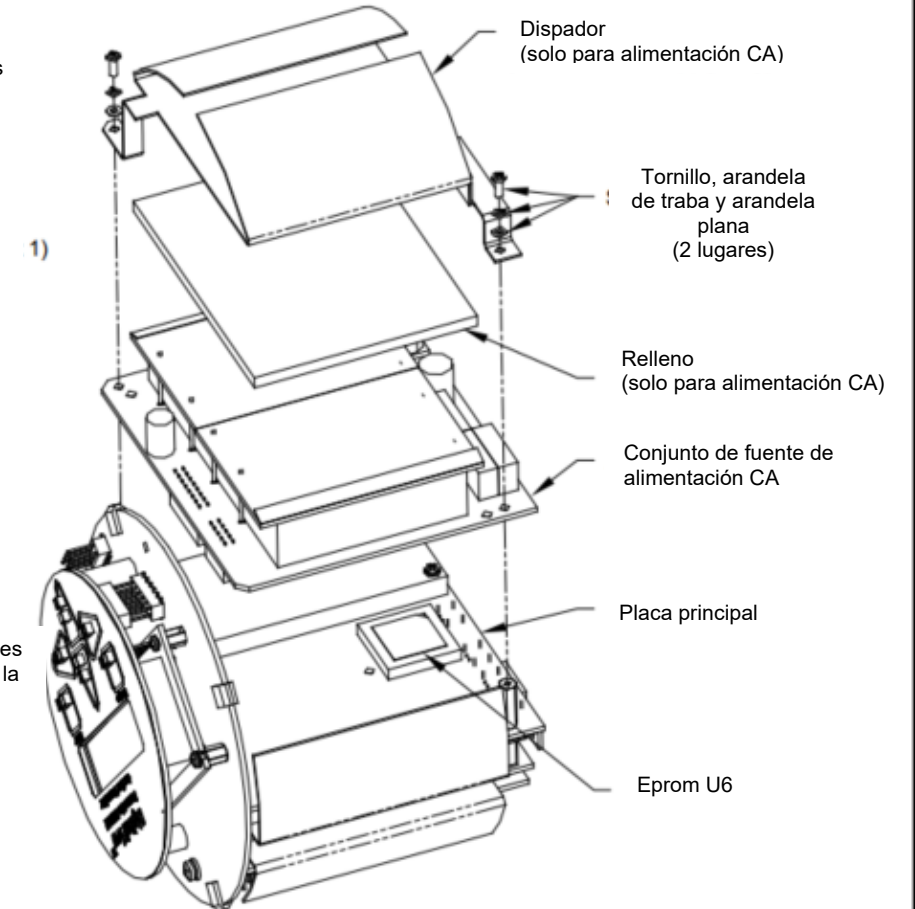

Ilustración 8
4. Retire los dos tornillos, las arandelas planas, las arandelas de seguridad y el disipador de calor de las esquinas de la placa de la fuente de alimentación (consulte Ilustración 8 de la Figura 7 en la página 30).
La EPROM U6 está situada a lo largo del borde superior de la placa principal, en el lado que estaba orientado hacia la placa de la fuente de alimentación (véase la Ilustración 8 de la Figura 7 en la página 30). Es el único chip con zócalo en esta placa y tiene una etiqueta de identificación blanca.